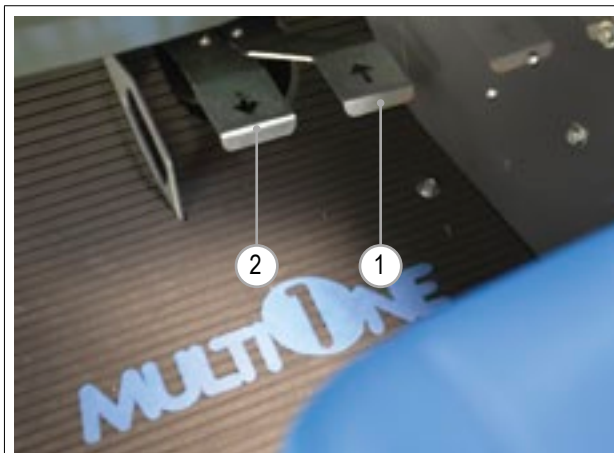

РИС. 28
- 4) Нажмите педаль желаемого направления движения «Вперед» (РИС. 28 - Сс. 1) или «Назад» (РИС. 28 - RCc 2).